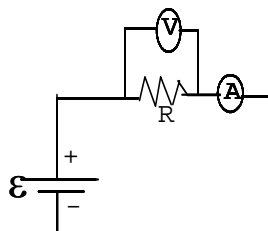

Figura 1
1. En la base para armar circuitos conecte la resistencia comercial y la fuente eléctrica, tal como se muestra en la figura 1, cerciorándose de que se encuentre apagada y con la perilla reguladora en cero volt.
3. Bajo las condiciones indicadas, conecte el amperímetro en serie como se muestra en la figura 1.